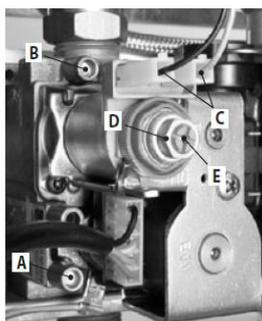

Figure 7.1
Lorsque la chaudière est éteinte (hors service), vérifiez la pression de l'alimentation en utilisant le point de prélèvement « A » à la Figure 7.1 et comparez la valeur affichée avec celles indiquées dans le tableau de la pression de l'alimentation en gaz à la section « Données techniques du CCM-B2400 » à la page 9
Fermez correctement le point de prélèvement « A » à la Figure 7.1.
- Ouvrez le point de prélèvement "B" à la Figure 7.1 et branchez un manomètre.
Pour calibrer la pression au niveau du brûleur, tournez le grand écrou en laiton hexagonal de l'opérateur de modulation "D" (MAX) dans la Figure 7.1 (tourner en sens horaire augmente la pression).
Pour calibrer la pression au niveau du brûleur, tournez les vis en plastique "E" (MIN. À la Figure 7.1) en maintenant le grand écrou en laiton hexagonal de l'opérateur de modulation "D" (MAX) dans la Figure 7.1 stationnaire (tourner en sens horaire augmente la pression).
- Connectez le fil d'alimentation électrique "C" de l'opérateur de modulation Figure 7.1.
- fermez correctement le point de prélèvement "B" à la Figure 7.1.
- Ouvrez le point de prélèvement « B » à la Figure 7.1 et connectez un manomètre.